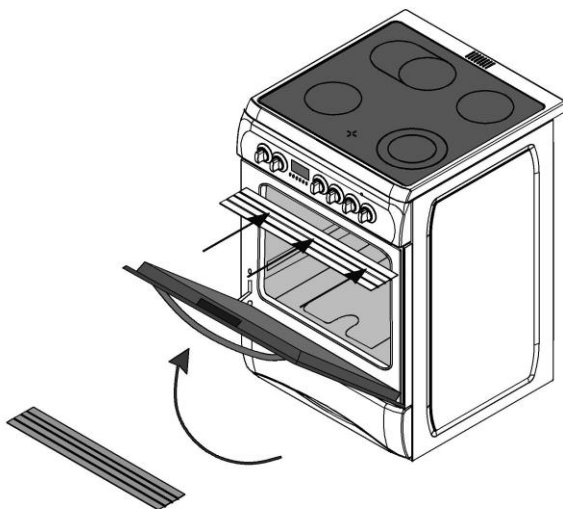

Рисунок 1
1. Щиток безопасности предназначена для защиты панели управления и кнопок, когда духовка находится в режиме гриля (рисунок 1)